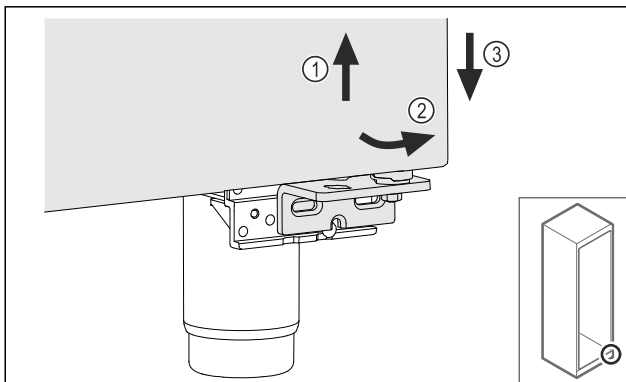

Fig. 23
- Nosta ovea hieman Fig. 23 (1), kallista alhaalta eteenpäin Fig. 23 (2) ja laske alas Fig. 23 (3).